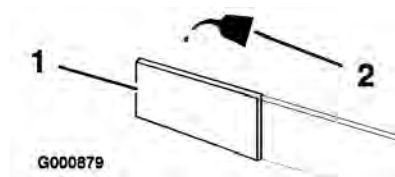

Figure 28
- C. Imbibez l'élément d'huile moteur fraîche (Figure 28) puis pressez l'élément pour éliminer l'excédent d'huile.